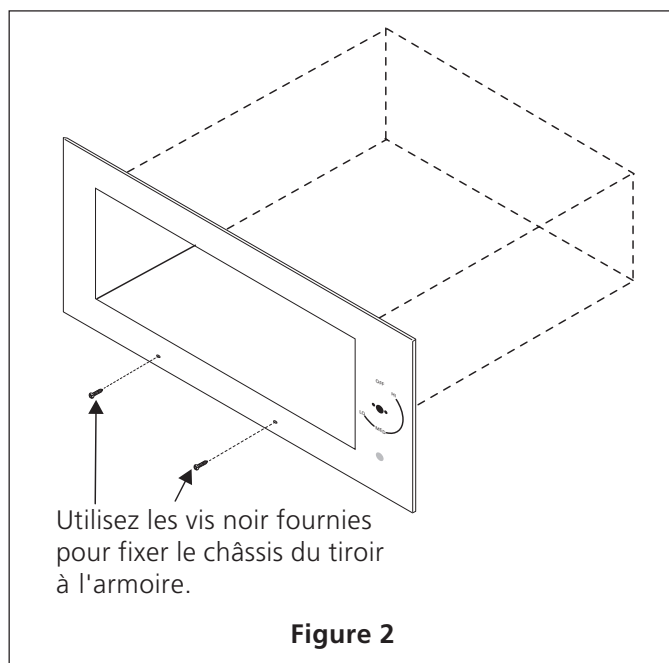

Figure 2
3. Retirez le tiroir tel qu'expliqué dans le manuel d'utilisation et d'entretien et fixez le châssis du tiroir à l'armoire à l'aide des 2 vis noir fournies (10-16 X 3/4"). **Ne serrez pas les vis outre mesure.** (voir figure 2)
4. Retirez le tiroir tel qu'expliqué dans le manuel d'utilisation et d'entretien et fixez le châssis du tiroir à l'armoire à l'aide des 2 vis noir fournies (10-16 X 3/4"). **Ne serrez pas les vis outre mesure.** (voir figure 2)